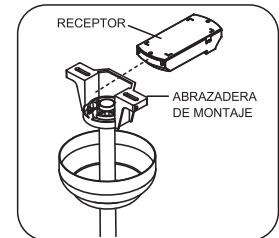

Fig.2
Step 1. Insert Receiver into Hanger Bracket with the flat side of the Receiver facing the ceiling. (Fig. 2)
Paso 1. Inserte el Receptor en la abrazadera de montaje con el lado plano del receptor frente al techo. (Fig. 2)
PRECAUCIÓN: No utilice el control de velocidad del ventilador en donde el Montaje no es tal como se describe en la Fig 2 de la Instrucciones de instalación.